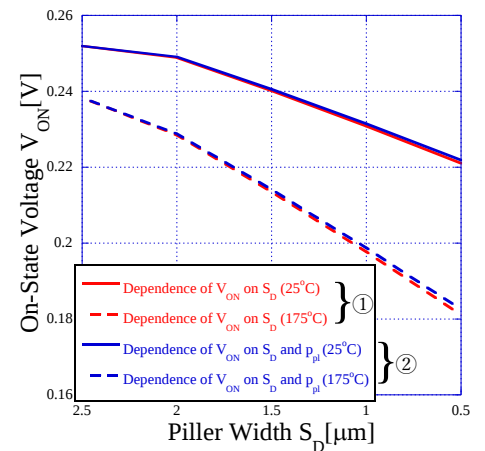

図2 25°C と 175°C でのオン電圧の比較
図2に、 25°C と 175°C でのオン電圧を示す。 25°C での①と②の場合のオン電圧については、ピラー幅 S_D の縮小により同程度低下し、ピラー幅 S_D を $2.5 [\mu\text{m}]$ から $0.5 [\mu\text{m}]$ まで縮小した場合、オン電圧は $0.251 [\text{V}]$ から $0.221 [\text{V}]$ まで低下している。また、 175°C の場合、 25°C のグラフを下に平行移動したような形になり、オン電圧は $0.238 [\text{V}]$ から $0.181 [\text{V}]$ まで低下している。これはピラー幅 S_D の縮小によりチャネル占有率が向上するためである。